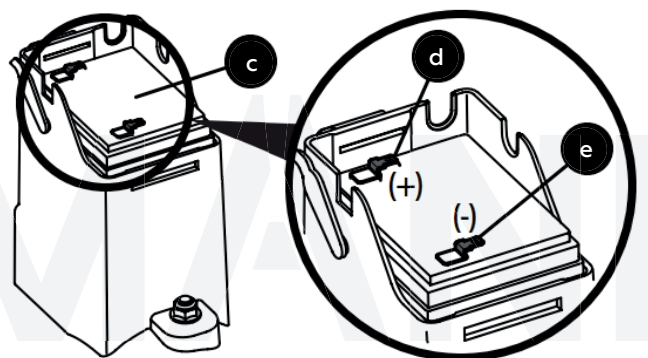

Рис. 28
2. Установка аккумуляторной батареи (рис. 28):